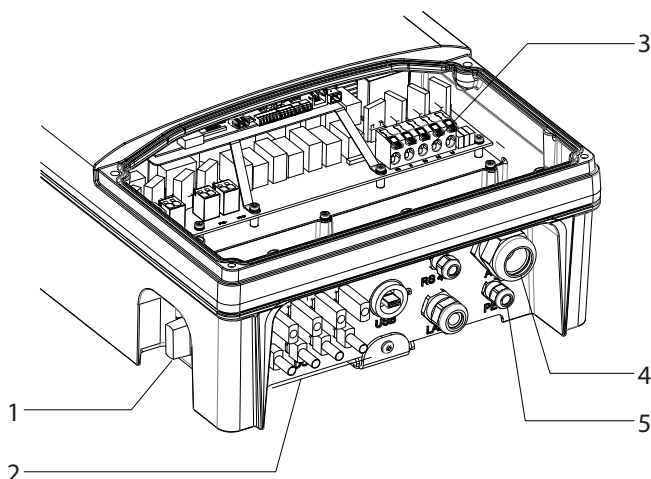

Figure 6 : Compartiment de raccordement : Raccordement électrique
- 6. Raccorder les câbles selon la description des bornes pour circuits imprimés. (Figure 6)